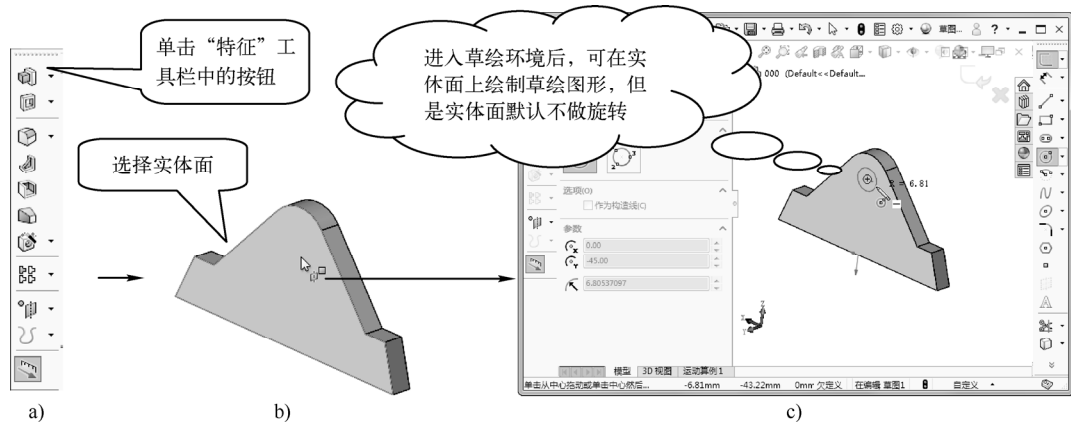

图 2-3 进入草绘环境的方式 2
2) 也可单击“特征”工具栏中的“拉伸凸台/基体”按钮、“旋转凸台/基体”按钮, 或选择相应的菜单栏, 再选择任意一基准平面或实体面即可进入草绘环境, 如图 2-3 所示。此时必须绘制闭合草图才能退出草绘环境。